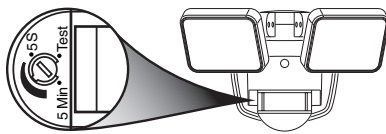

Figure 7
7. Tournez le commutateur de commande pour indiquer pendant combien de temps vous souhaitez que le luminaire fonctionne après qu'un mouvement a été détecté (réglable entre 5 secondes et 5 minutes) (voir la Figure 7). *Remarque :* Lorsque ce commutateur est réglé entre 5 secondes et 5 minutes, le luminaire fonctionne uniquement après le coucher du soleil.